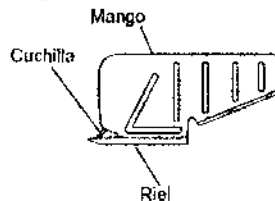

Figura 19. Extractor del anclaje.
1. Localice el extractor del anclaje (Figura 19).